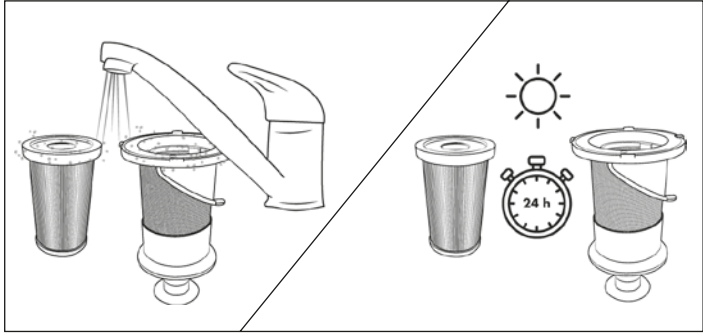

Fig. 22
- 5) Lave o filtro EPA **5** e o filtro de aço inoxidável **6** com água fria ou morna. Deixe o filtro EPA **5** e o filtro de aço inoxidável **6** secar ao ar, antes de os voltar a colocar no reservatório de pó **7** (ver fig. 22).